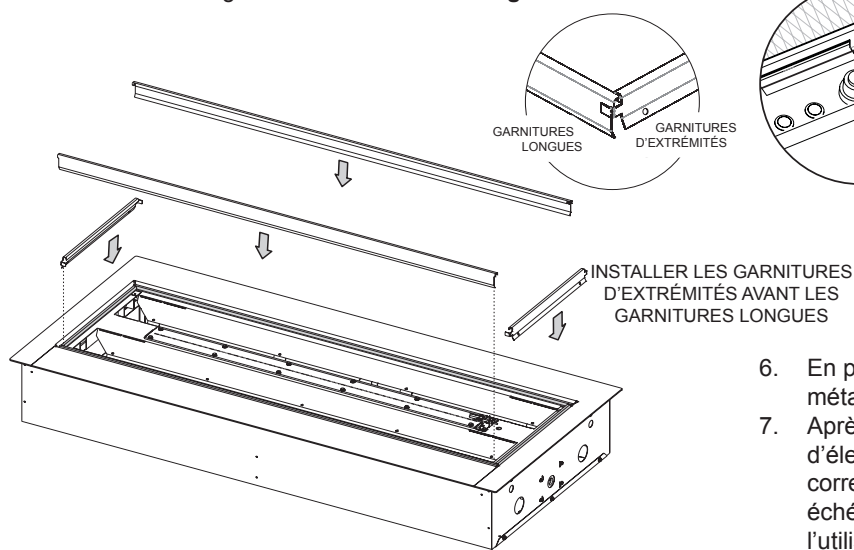

Figure 27a
2. Installer les (4) garnitures. Placer les deux garnitures courtes en premier et poser les garnitures longues avant et arrière ensuite. Les garnitures longues s'emboîtent dans les extrémités des garnitures latérales. **Voir Figure 27a.**